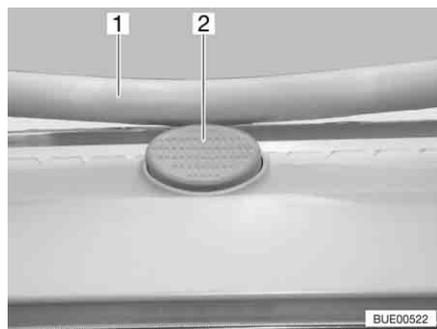

Fig. 77 Botón de seguridad en la claraboya Heki
- Pulsar el botón de seguridad (Fig. 77,2) y tirar la horquilla (Fig. 77,1) hacia abajo con ambas manos.
- Presionar el estribo hacia arriba con ambas manos hasta que la horquilla se encuentre encima del botón de seguridad (Fig. 77,2).